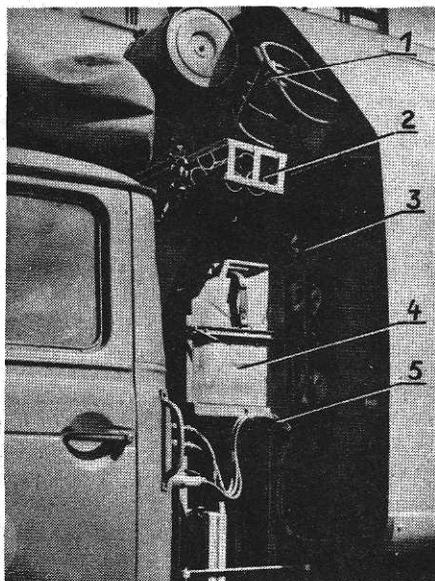

Bild 3 Raum zwischen Fahrerhaus und Koffer
- a) Anstelle der EWZ-Kiste zwischen Fahrerhaus und Koffer ist eine Halterung mit 5 Stück 20-l-Kanistern angebaut (Bild 3).